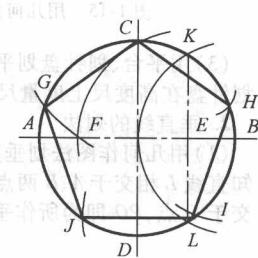

图 1-24 正五边形的划法
(3)在已知圆内划正五边形(图 1-24) 在圆内划互相垂直的中心线,与圆周相交于 A, B, C, D 四点;以 B 为圆心,以圆的半径为半径划弧,交圆周于 K, L 两点,连接 KL 与直径交于 E 点;以 E 为圆心, CE 为半径划圆弧,与直径相交于 F 点,则 CF 的长即为所求五边形的边长。以 C 点为起点, CF 的长度为半径,依次在圆周上划等分点 G, H, I, J ,则 C, G, H, I, J 就是正五边形的五个顶点。依次连接各点,即可得正五边形。